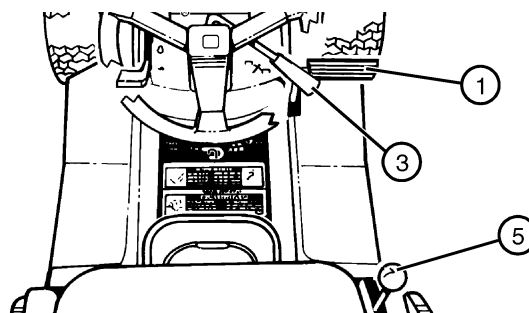

FIGURA 13
- Para marchar hacia adelante: Quite el freno de estacionamiento, mueva la palanca de transmisión hidrostática (5) hacia la derecha y hacia adelante (Vea la FIGURA 13). La velocidad del tractor se determina por la distancia hacia adelante que se mueva la palanca de transmisión. Regrese la palanca a la posición (N) neutral para detener el cortacésped.
- Para marchar hacia adelante: Empuje el pedal de freno/embrague (1) completamente hacia adelante a la posición de frenado (Vea la FIGURA 13).
- Primera velocidad (1) - velocidad más baja/potencia más alta.
- Segunda velocidad (2) a la cuarta velocidad (4) - corte general.
- Quinta velocidad (5) - conducir el cortacésped para transportarlo. Asegúrese de que la plataforma esté levantada a la posición más alta y de que las cuchillas estén desenganchadas.
- Reversa (R) - retroceder para evadir objetos.
- Mueva la palanca de velocidades (5) a la derecha y adelante, hasta lograr la posición hacia adelante deseada.